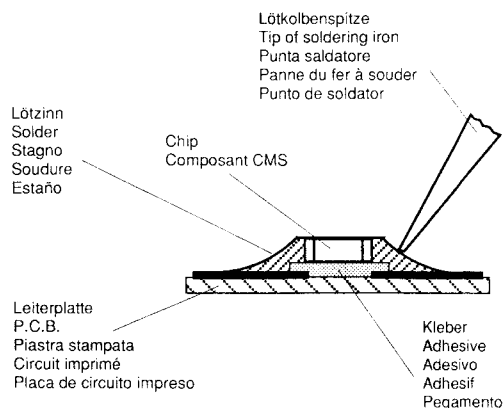

Fig. 1
1. Schritt: CHIP- Lötstelle mit Sauglitze absaugen (Fig. 1).
1. Aspirare i punti di saldatura del CHIP con una calza dissaldante (Fig. 1).
1. step: Clean the CHIP soldering point with a solder wick (Fig. 1).
1. Aspirer la soudure du composant CMS à l'aide de la tresse à souder (Fig. 1).
- Primer paso: Aspirar el estaño del punto de soldadura con un aspirador de los tipos de pera o de resorte (Fig. 1).
Meßzeit: $\geq 1 \text{ s}$ (Fig. 1)